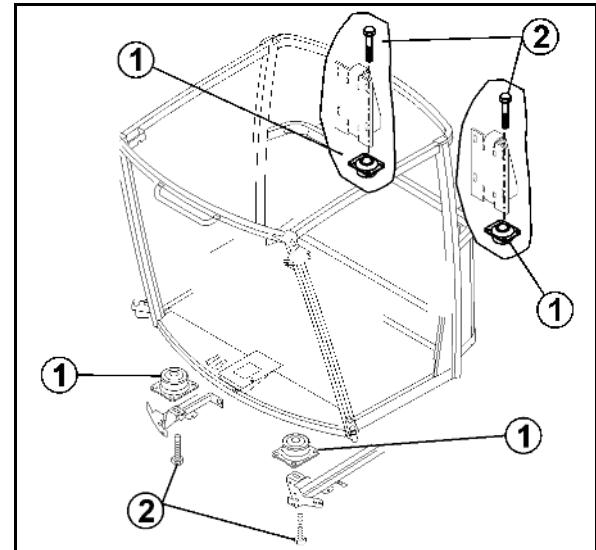

Рис. 189
1. Демонтируйте решетку (Рис. 189/1).